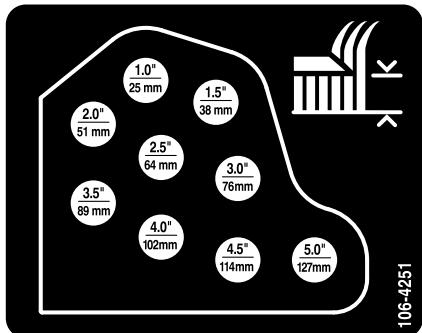

図 24
11. ヘアピンコッターとクレビスピシンを使って、希望する刈高穴に、刈高チェーンを取り付ける **図 24**。